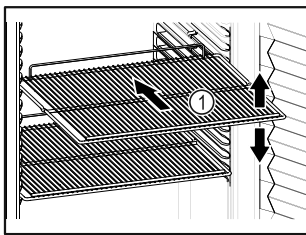

Fig. 60
- Ha a tároló rácsok Fig. 60 (1) áthelyezhetők, akkor igazítsa be őket a kívánt magasságnak megfelelően.